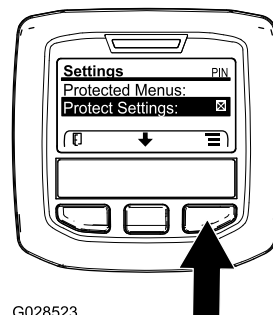

Figura 27
**Nota:** Se non c'è alcuna X nella casella a destra della voce delle Impostazioni protette, significa che i sottomenu Barra Sin., Barra Cen., Barra Des. e Valori predefiniti non sono bloccati da codice PIN (Figura 27).
**Nota:** Compare una X nella casella sulla destra della voce Impostazioni protette (Figura 27).